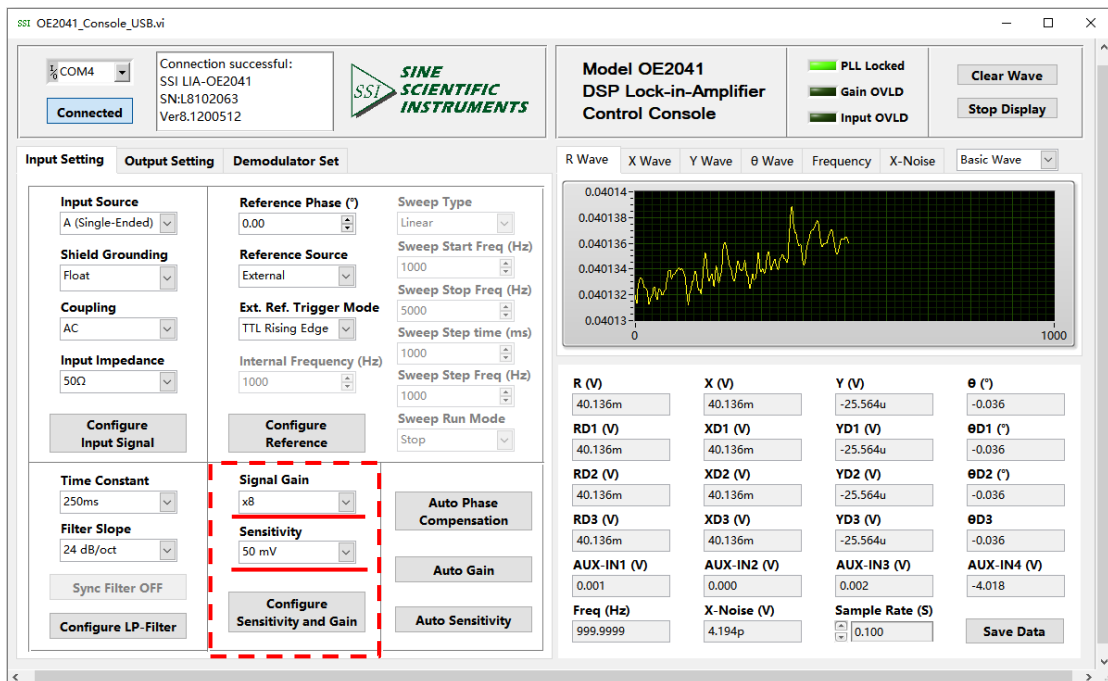
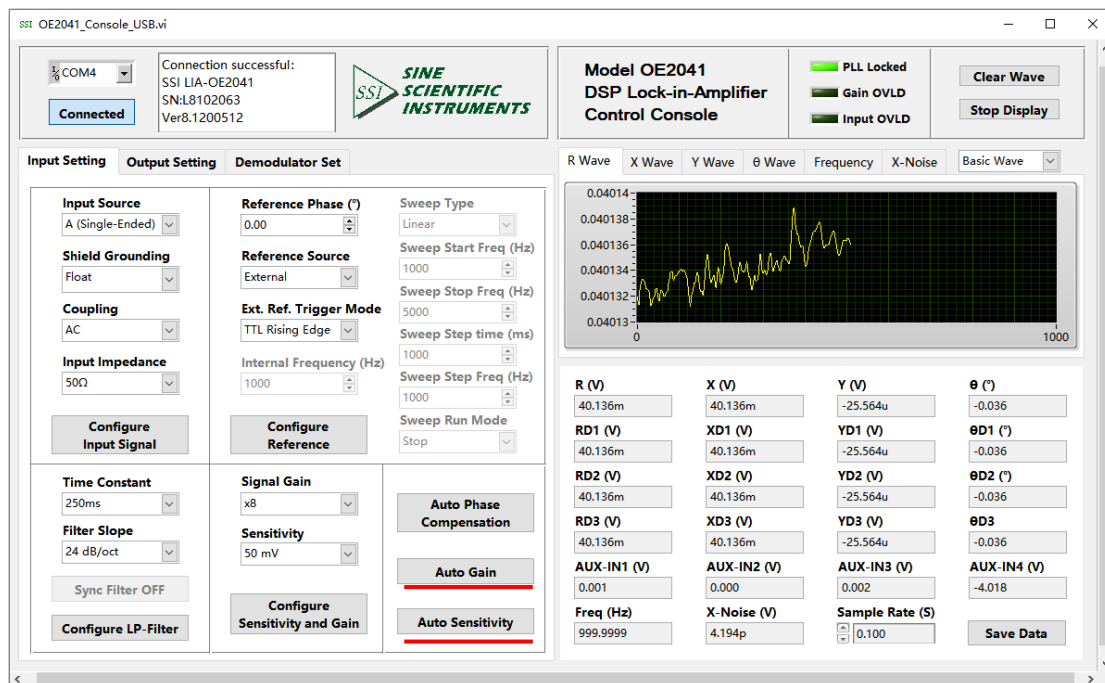

图80. 动态储备和灵敏度配置图
图81. 自动灵敏度和增益设置
4. 根据表 14, 在灵敏度和增益配置区域选择储备类型、灵敏度类型, 其它选项默认, 如图 80 所示, 最后需要点击“Configure Sensitivity and Gain”, 以完成配置;
此时，再看主界面上的“Sensitivity”一项，对比图 80，发现 Sensitivity 已经改变为合适的灵敏度了（由 1V 变为 50 mV）；而 Gain 也又 0.4 变成 8 倍了，如图 81 所示：